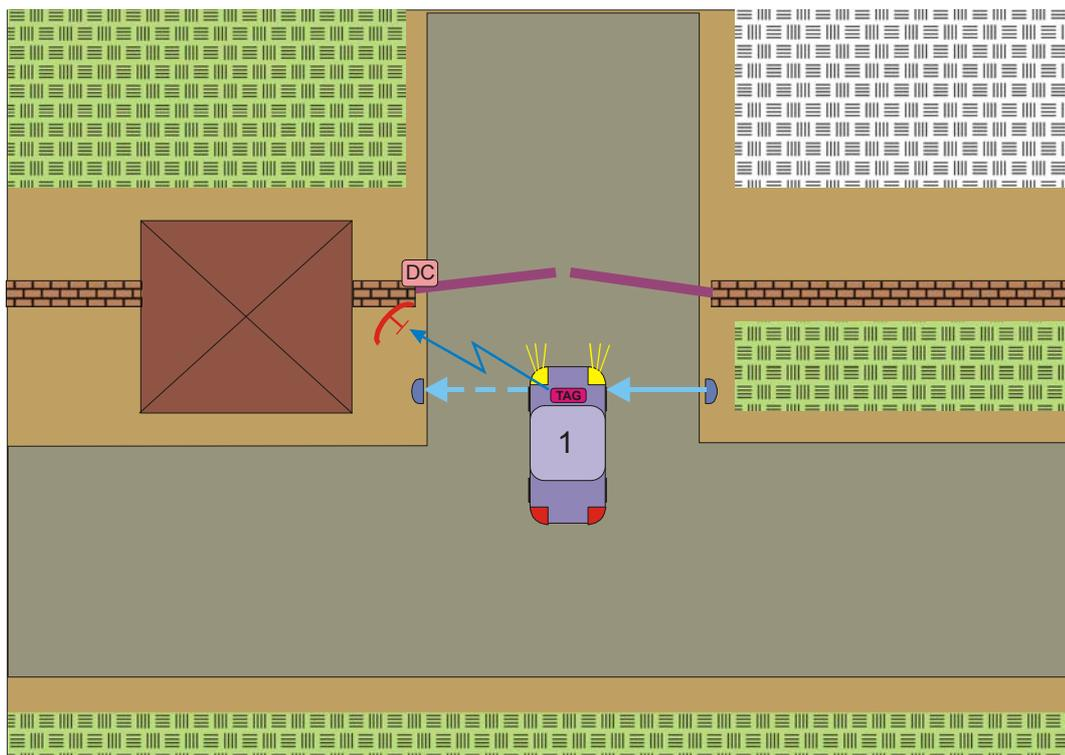

Рисунок 6. Система с датчиками автоматики ворот.
- Если автомобиль в створе датчика появился (рисунок 6), код тага передается контроллеру системы доступа, и считыватель ждет заданное время сигнала с датчика открывания ворот. Если датчик не сработал, значит таг не имеет по